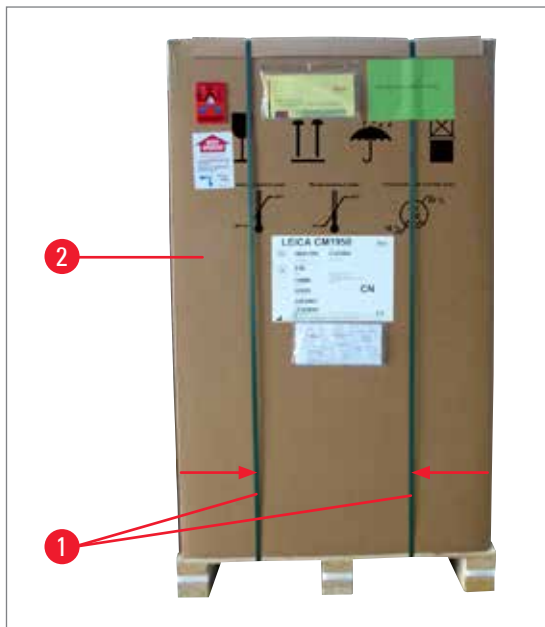

图 1
2. 站在货箱旁边，按图示位置剪断带子 (参见 (→ 图 1) 中的箭头)。